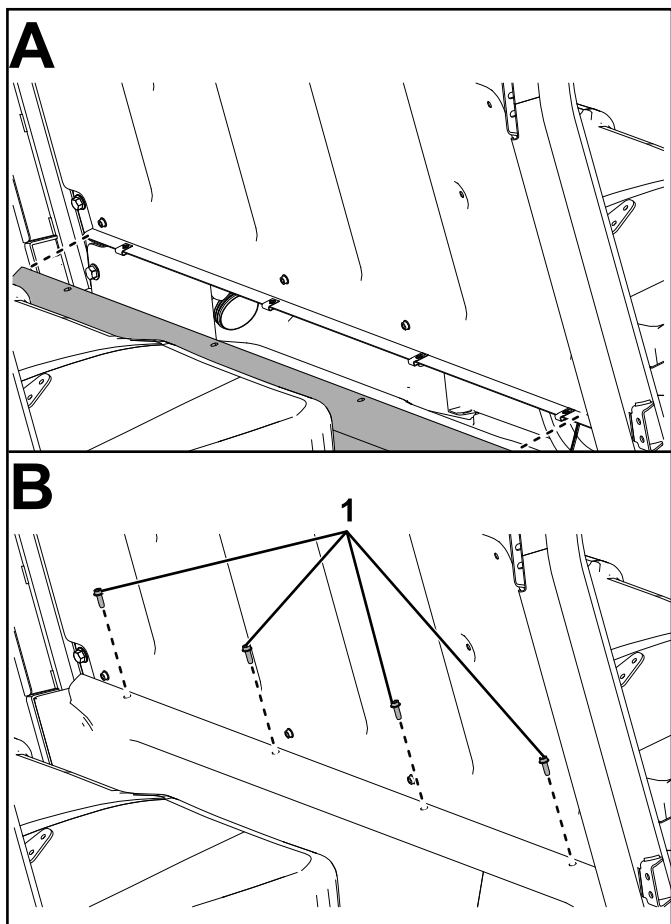

Figura 56
23. Sujete el panel central del asiento al panel de separación y a los 4 clips ($\frac{1}{4}$ ") usando 4 pernos de cabeza hexagonal con arandela prensada ($\frac{1}{4}$ " x $\frac{3}{4}$ "), como se muestra en la Figura 56.